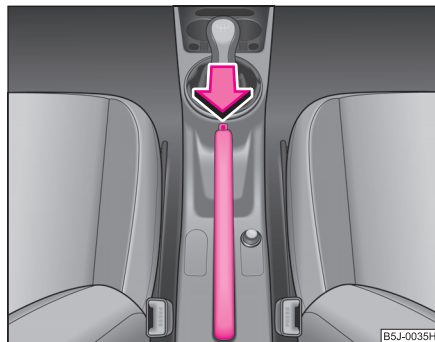

Fig. 102 Consola central: Freno de mano
- Tire de la palanca del freno de mano un poco hacia arriba y pulse **al mismo tiempo** el botón de bloqueo ⇒ fig. 102.